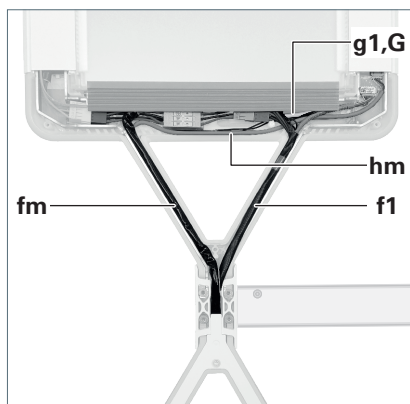

Fig. 23: Ranger les câbles.
21. Posez le câble d'alimentation **f1** du support transversal dans le bras de support de la tête du luminaire 1, voir Fig. 23.